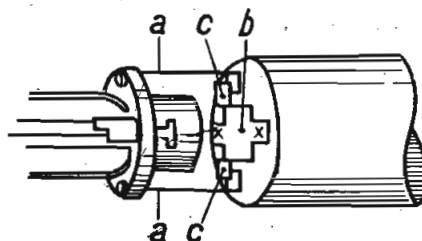

Fig. 3
4. Nog iets waar men op bedacht moet zijn, is mechanische brom. Deze is niet gemakkelijk te onderscheiden van elektrische brom. Waarmede men te maken heeft kan op eenvoudige wijze worden geconstateerd door de spanningscarroussel uit te trekken. Hierdoor wordt de spanning voor het toestel onderbroken, terwijl de triller ingeschakeld blijft. Neemt de brom niet of weinig af, dan heeft men met mechanische brom te maken. De oorzaak hiervoor kan zijn, dat de blokkeringsbeugels a, zie fig. 3, trillen tegen de